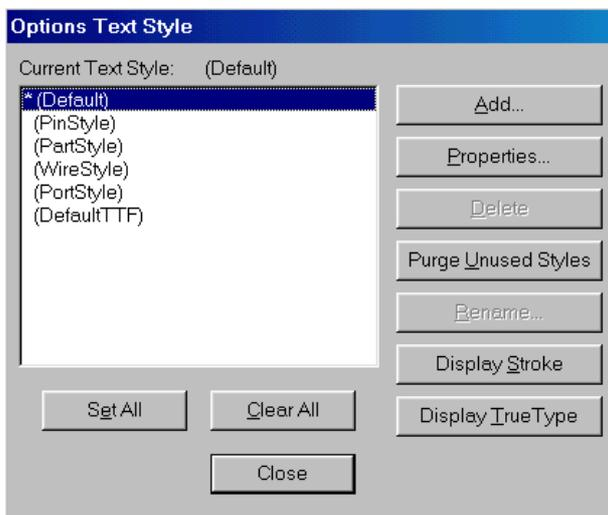
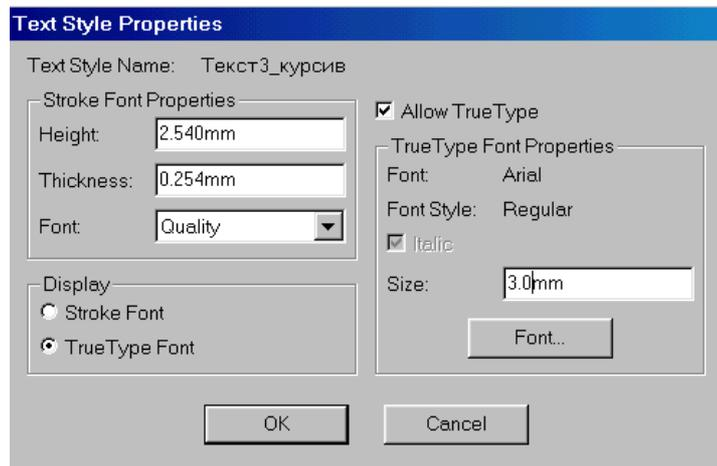

Рис. 3-5. Список установленных стилей текста
Рис. 3-7. Установка параметров стиля
Для задания параметров текстовых надписей на схемах в P-CAD используется понятие стиля. Стилем определяется тип шрифта, размер букв, начертание, набор символов. По умолчанию в систему встроены несколько служебных стилей для обозначения текстовых атрибутов типовых элементов (см. рис. 3-5 и табл. 3-2). P-CAD поддерживает два вида шрифтов – True Type и Stroke (штриховые). Возможны три вида штриховых шрифтов – QUALITY (сглаженный), BASIC (рубленный), и LCOM (с засечками). Различие между этими шрифтами показано на следующей врезке.
1) В основном меню выберите команду **Options/Text Style...** (Параметры/Стили текста). Появится панель **Options Text Style** (Параметры стиля текста), показанная на рис. 3-5.
4) На появившейся панели **Text Style Properties** (Свойства стиля текста) (рис. 3-7) установите флажок *Allow True Type* (разрешить TTF) и нажмите кнопку **Font** (шрифт) для выбора вида шрифта.
6) на панели **Text Style Properties** в окне *Size* (размер) установите высоту букв равную 3,5 мм, как показано на рис. 3-7
Все стили в системе, за исключением Default и Default TTF, могут быть отредактированы. Для изменения свойств какого-либо стиля необходимо указать его в списке *Current Text Style* на панели **Options Text Style** (см. рис. 3-5) и нажать на кнопку **Properties**. Появится уже знакомая нам панель **Text Style Properties** (см. рис. 3-7), где можно выбрать новый вид шрифта или установить его новые размеры.
Вновь введенные стили можно при необходимости переименовать, используя кнопку **Rename** на панели **Option Text Style** (см. рис. 3-5), или удалить из системы, используя кнопку **Delete**.